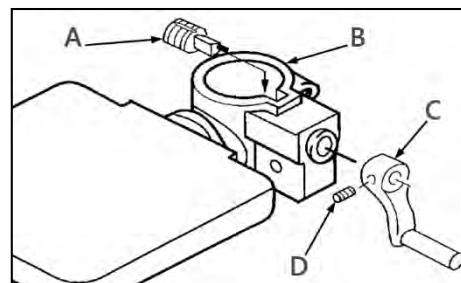
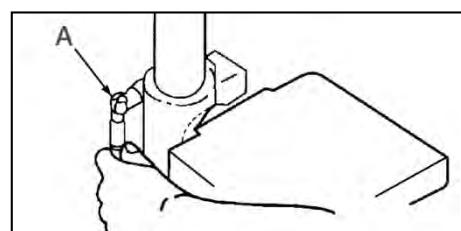

Рисунок 4.
Рисунок 6.
Вставьте вал червячной передачи (A) (рис. 4) в кронштейн стола (B) в отверстие до упора. Наденьте рукоятку (C) на вал (A) и закрепите ее с помощью установочного винта (D).
Установите рукоятку (A) фиксации рабочего стола (рис. 6).
Для перемещения стола вверх – ослабьте рукоятку фиксации и вращайте рукоятку (C) (рис. 4) по часовой стрелке, для перемещения стола вниз – вращайте рукоятку против часовой стрелки. После установки нужного положения затяните рукоятку-фиксатор (A) (рис. 6).